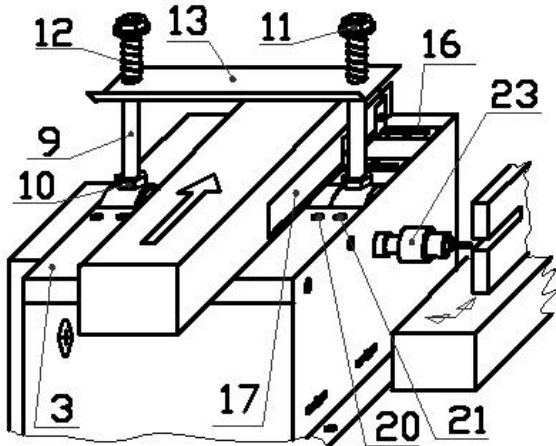

Рис. 5
- Поднять передний стол на 3 мм выше заднего стола винтами (п.20, 21 на Рис. 5, 6);
4.3. Концевое фрезерование, сверление. (Рис. 5)
- Навернуть на конец вала сверлильный патрон (23);
- **Рис.5, 6:** Поднять передний стол (3) на 3 мм выше заднего стола регулировочными винтами (20, 21);
- Отрегулировать величину срезаемого слоя, для чего: отвернуть наружные винты (21) по краям переднего стола, ввернуть вниз или вывернуть вверх внутренние винты (20), после чего закрепить стол, снова зажав винты (21); **Не перетягивайте винты, чтобы не сорвать резьбу и не изогнуть стол.**
- Установить на задний стол (Рис.5, 6) направляющую линейку (17) с регулировочными уголками (16) (при строгании под углом – дополнительно установить угловую линейку (34));